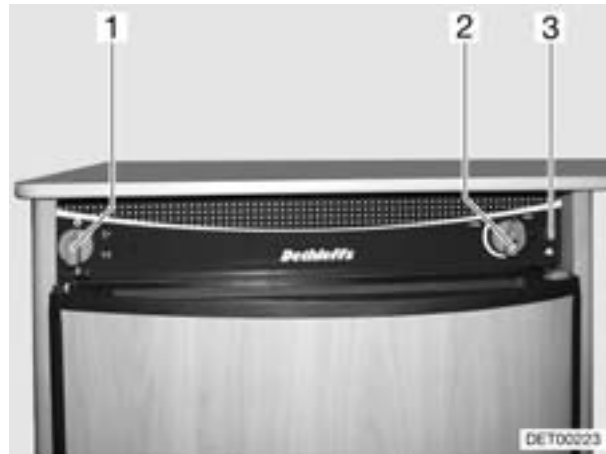

Bild 151 Bedienelemente für Kühlschrank (Variante 3)
- Energie-Wahlschalter (Bild 151,1) auf Gas  stellen.
- Drehregler (Bild 151,2) drücken und gedrückt halten. Die Gaszufuhr ist geöffnet. Der Zündvorgang erfolgt automatisch. Die Kontroll-Leuchte (Bild 151,3) blinkt und ein tickendes Geräusch ist hörbar, bis Zündvorgang erfolgreich abgeschlossen ist.
- Drehregler (Bild 151,2) noch 10 bis 15 Sekunden gedrückt halten, dann loslassen. Falls die Flamme erlischt, wiederholt das Zündgerät automatisch den Zündvorgang.
- Energie-Wahlschalter (Bild 151,1) auf  stellen. Das Gerät ist abgeschaltet.
- Energie-Wahlschalter (Bild 151,1) auf 230-V-Betrieb  stellen.
- Kühltemperatur mit dem Drehregler (Bild 151,2) einstellen.
- Energie-Wahlschalter (Bild 151,1) auf 12-V-Betrieb  stellen.